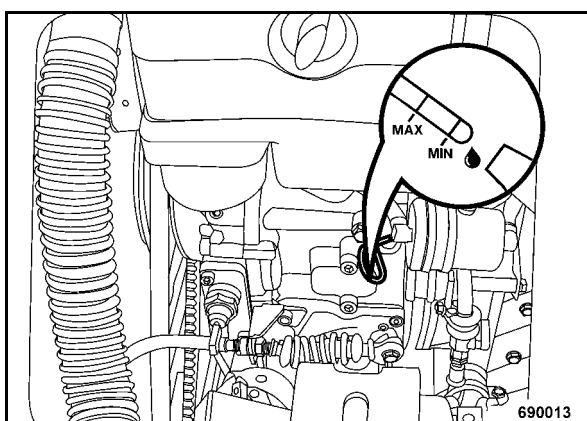

рис. 36
- Вынуть указатель уровня масла (рис. 36), вытереть его безволокнутой, чистой тряпкой и вставить до упора.